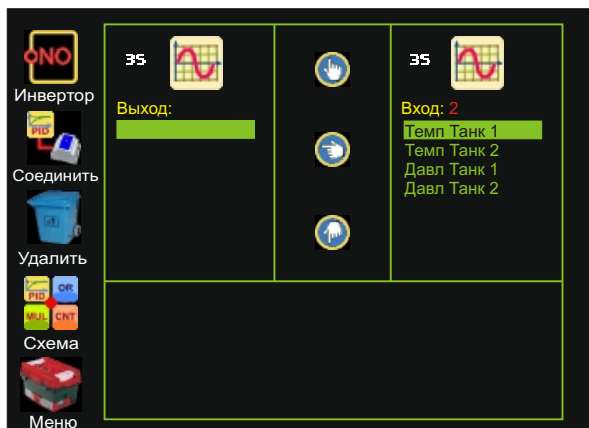
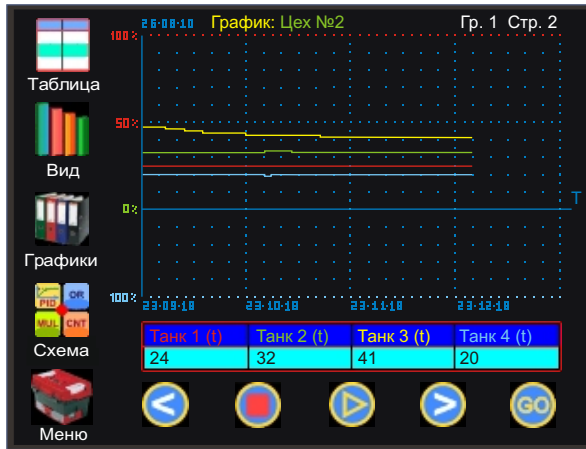

Рис. 141. Входы и выходы функционального блока "График" на экране контроллера
Рис. 143. Меню "Процесс" (Блок "График").
Окно **Имя графика** относится ко всем каналам. В нем присваивается имя, которым озаглавляется система координат, в которой происходит построение графиков (Рис. 143). Имя может состоять из 12-ти знаков.
В окне **Имя канала** присваивается имя данному каналу, которое будет индексироваться в таблице соединений входов-выходов (Рис.141) и меню Процесс (Рис. 143).
9.6.5 В меню **Процесс** блок График представлен в виде системы координат, горизонтальная ось которой отображает реальное время, а вертикальная - величину параметра или сигнала в процентах от установленной шкалы (Рис. 143).